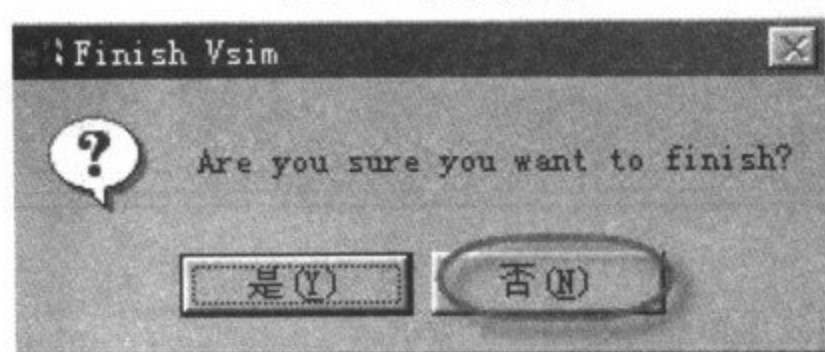

图 3-80 选择是否结束对话框
(5)在出现的选择是否结束的对话框,点击“否”,如图 3-80 所示。